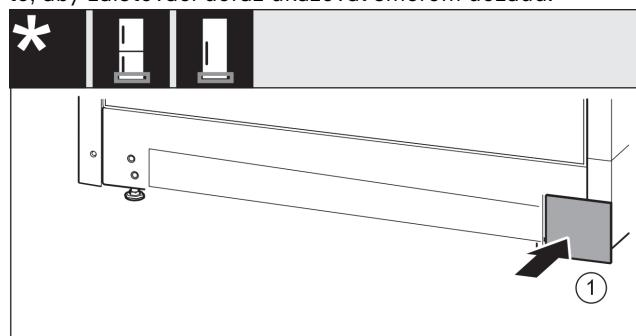

Fig. 17
- Nasadťte kryt Fig. 17 (1) opäť na druhej strane.